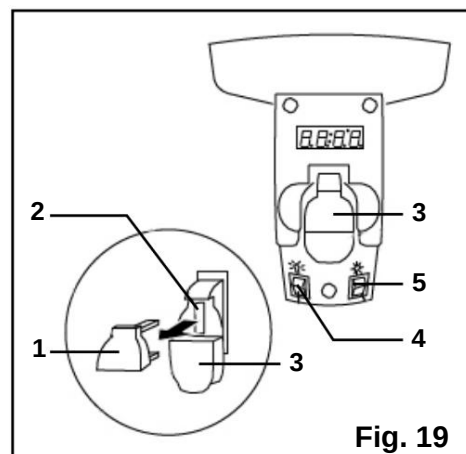

Fig. 19
BORRPRESS PÅ/AV-BRYTARE (FIG. 19)
1. För att slå PÅ borrarpressen, sätt in den gula säkerhetsnyckeln (fig. 19 - 1) i strömbrytarhuset (fig. 19 - 2). Som en säkerhetsfunktion kan strömbrytaren inte slås PÅ utan säkerhetsnyckeln.
4. För att låsa strömbrytaren i OFF-läget, ta bort säkerhetsnyckeln (fig. 19 - 1) från strömbrytaren. Förvara säkerhetsnyckeln på en säker plats utom räckhåll för barn.
PÅ/AV-BRYTARE FÖR LJUS OCH LASER LINE (FIG. 19)
Ljusomkopplaren (bild 19 - 3) sitter på lamplocket.
Laseromkopplaren (fig. 19 - 4) är placerad under ON/OFF-omkopplaren till höger.